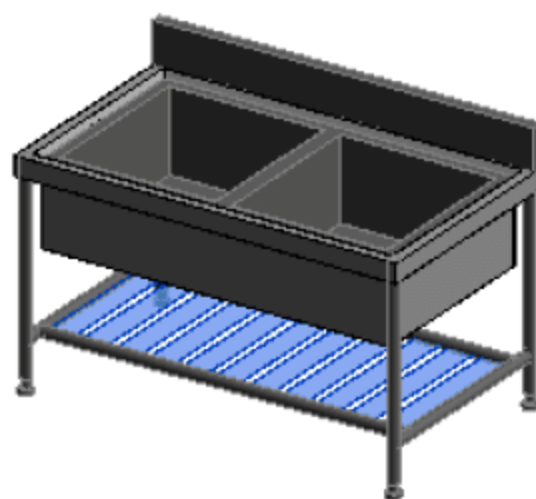

图 8.2.56 隔板效果图
(24) 编辑可见性并添加材质。首先，选中隔板图元，在“属性”面板中编辑“可见性/图形替换”选项，取消“平面/天花板平面视图”复选框的选择，单击“确定”按钮。其次，添加隔板的材质，选择“不锈钢”类型，单击“确定”按钮，如图 8.2.56 所示。